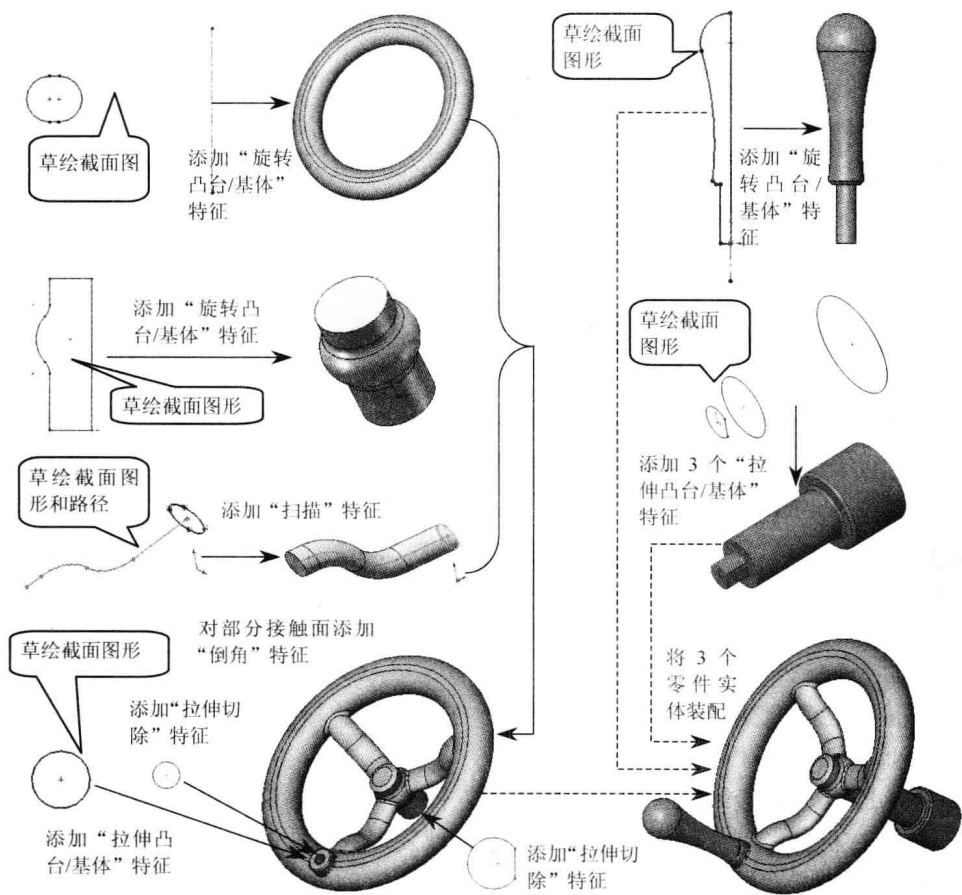

图 1-1 SolidWorks 的零件设计流程
- (1) 创建草图：创建模型的草绘图形，此草绘图形可以是模型的一个截面或轨迹等。
- (2) 创建特征：添加“拉伸”、“旋转”、“扫描”等特征，利用创建的草绘图形来创建实体。
- (3) 装配部件：如果模型为装配体，那么还需要将各个零部件按某种规则进行装配。具体设计过程如图 1-1 所示。